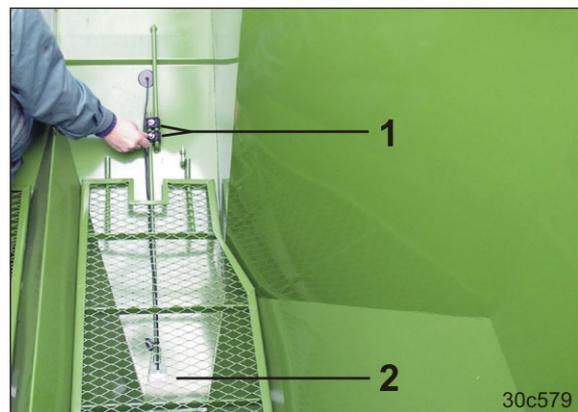

Fig. 122
3. Flügelmutter (Fig. 122/1) lösen.
4. Die Höhenlage des Leermeldesensors (Fig. 122/2) entsprechend der gewünschten Saatgutrestmenge einstellen.